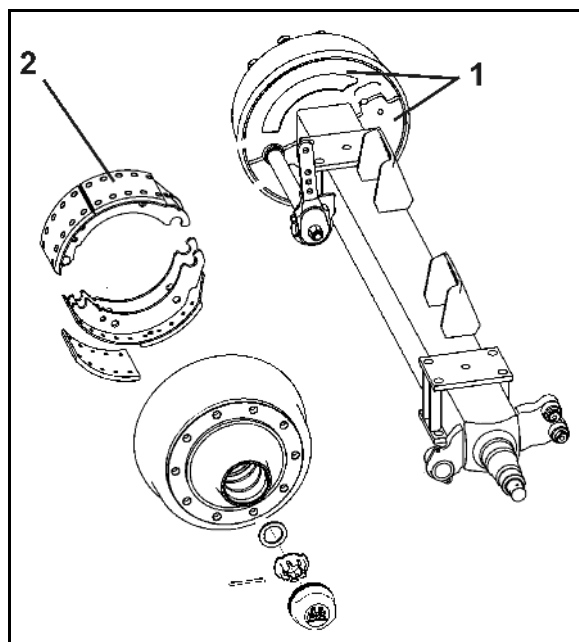

Fig. 152
1. Desaparafusar as duas chapas de cobertura (Fig. 152/1) no lado interior do tambor do travão.
A sujidade infiltrada poderá depositar-se nas pastilhas dos travões (Fig. 152/2), agravando consideravelmente a eficiência de travagem.